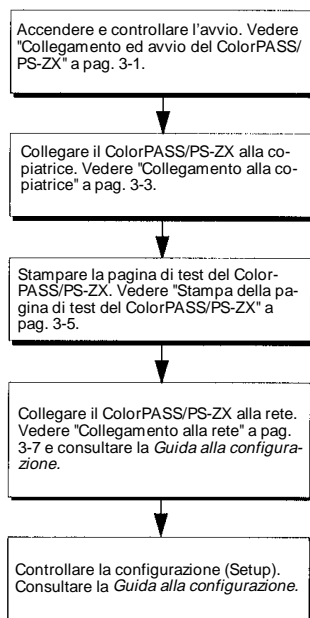

Figura 4-8 Fasi di verifica del funzionamento del ColorPASS/PS-ZX
- 7. Prima di concludere la visita, verificare il funzionamento del ColorPASS/PS-ZX come indicato nella Figura 4-8.**